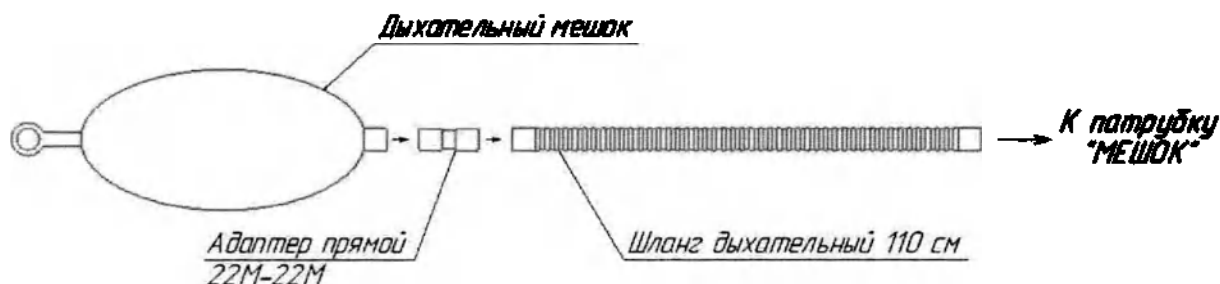

Рисунок 20 – Схема подключения дыхательного мешка
7 К патрубку дыхательного мешка (6) присоедините дыхательный мешок объемом 3 л через дыхательный шланг длиной 110 см и прямой адаптер 22М-22М (см. рис. 20).